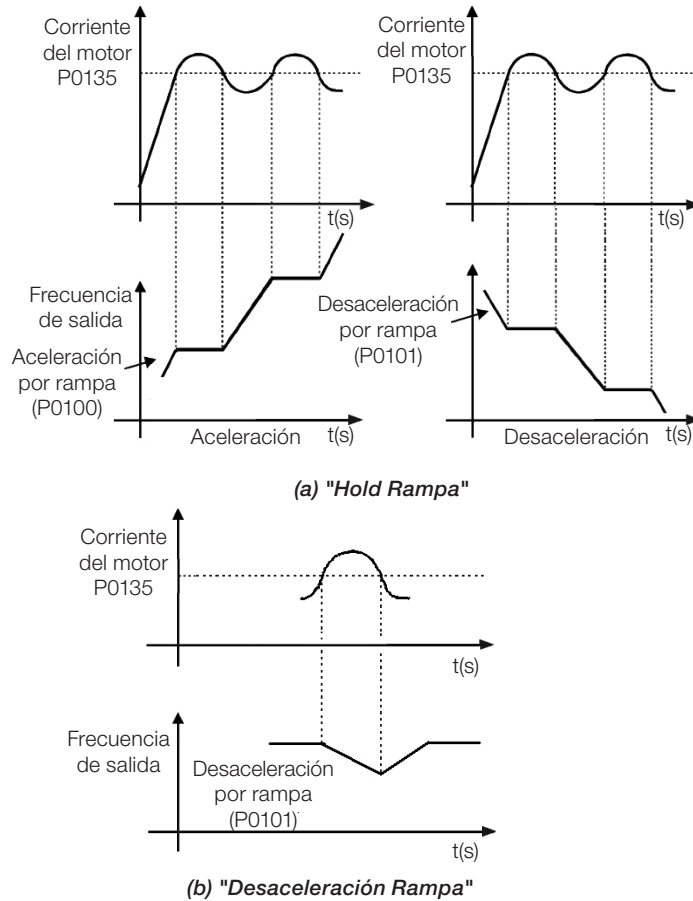

Figura 11.6: (a) y (b) Modos de actuación de la Limitación de Corriente vía P0135
- Actuación: si la corriente del motor sobrepasa el valor ajustado en P0135 durante la aceleración o desaceleración, la velocidad no será incrementada (aceleración) o disminuida (desaceleración). Cuando la corriente del motor alcance un valor por debajo de P0135, el motor volverá a acelerar o desacelerar. Consulte la Figura 11.6 en la página 11-8.
- Actuación: si la corriente del motor sobrepasa el valor ajustado en P0135 se fuerza un valor nulo para la entrada de la rampa de velocidad, forzando la desaceleración del motor. Cuando la corriente del motor alcance un valor por debajo de P0135, el motor volverá a acelerar. Consulte la Figura 11.6 en la página 11-8.
Nivel de corriente para activar la Limitación de Corriente para los modos Hold de Rampa y Desacelera Rampa, conforme Figura 11.6 en la página 11-8, respectivamente.